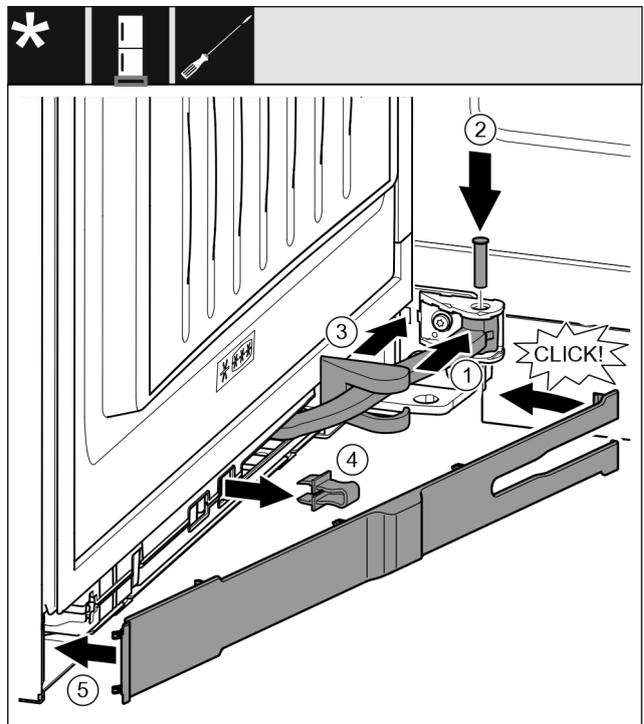

Fig. 47
- ▶ Drei leddet inn i hengselet. *Fig. 47 (1)*
- ▶ Sett inn bolten i hengselet og leddet med en skrutrekker T15. Pass samtidig på at låsebolten sitter korrekt i mutteren. *Fig. 47 (2)*
- ▶ Skyv lagerbukkdekselet langs leddet og monter det over hengselet. *Fig. 47 (3)*
- ▶ Ta ut sikringen. Fig. 47 (4)
- ▶ Sett dekselet på håndtakssiden, og sving det inn. Fig. 47 (5)